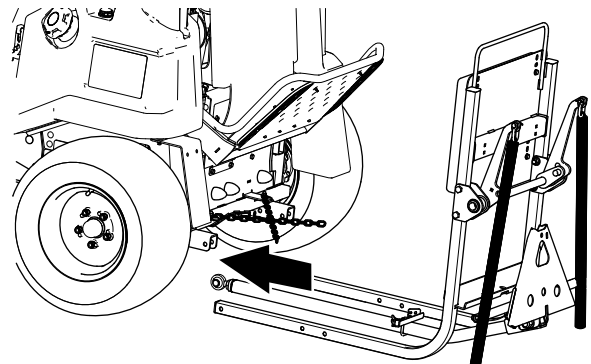

Figure 11
2. Fixez la patte de butée de remorquage sur la barre d'attelage à l'aide d'un étrier fileté et de 2 contre-écrous (5/16 po), comme montré à la Figure 11.
3. Glissez le cadre de levage d'accessoire arrière sous la machine (Figure 11).